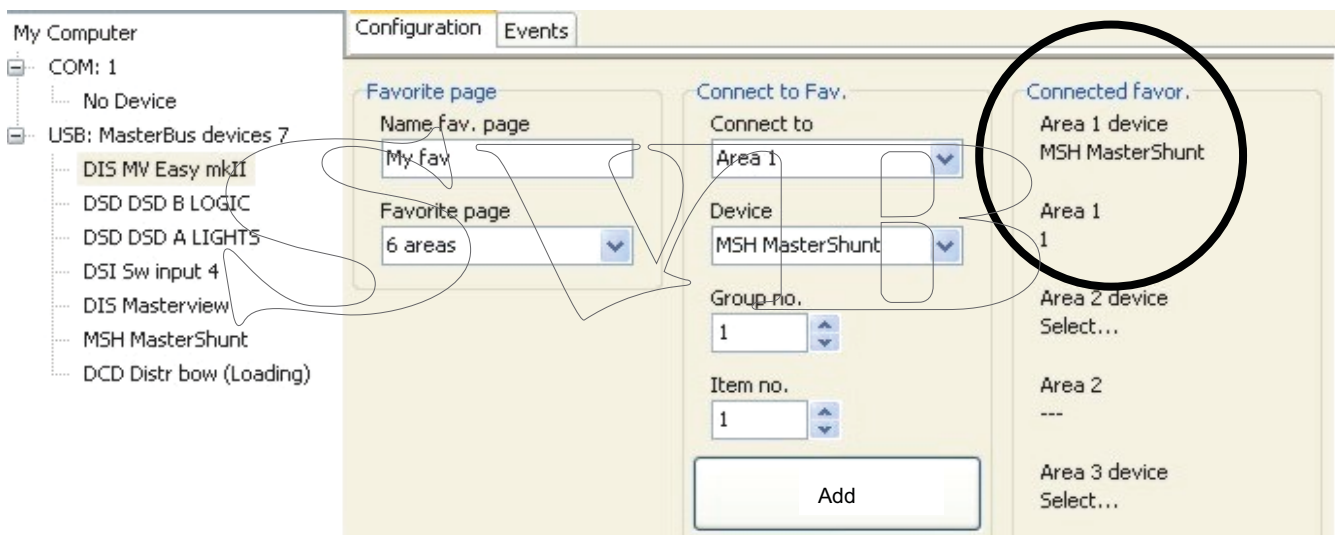

Figure 15: configuration Favourite page
Voir figure 15. L'article sélectionné est affiché sur *Connected favor.* Le Area 1 device est le MSH MasterShunt. Le 1 sous la Area 1 est l'*Index*. Il indique que l'article ajouté est disponible et que la connexion de l'appareil est présente. Vous pouvez vérifier l'index en sélectionnant le menu de l'appareil connecté et en surlignant l'article (dans cet exemple le MSH MasterShunt: group 1 est Monitoring et item 1 est le State of Charge (état de charge)).